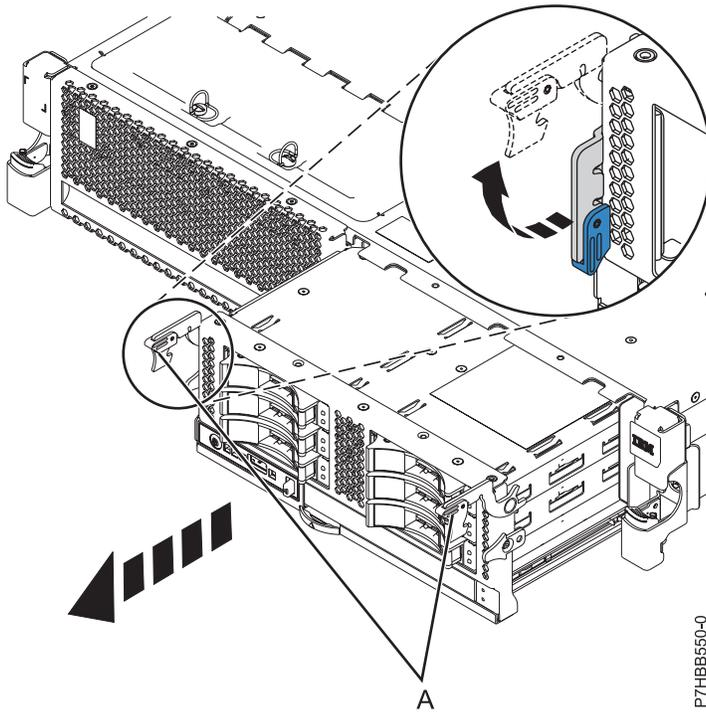
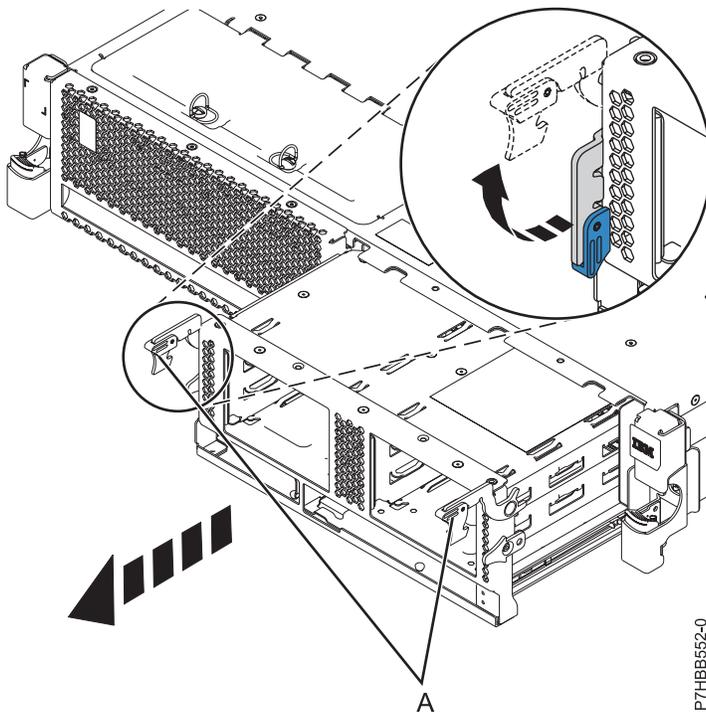

Figure 20. Retrait du fond de panier comportant des unités de disque
Figure 21. Retrait du fond de panier ne comportant pas d'unités de disque
13. Déverrouillez le fond de panier de l'unité de disque en tirant les poignées (A) afin de les mettre en position ouverte, au centre du fond de panier, comme indiqué dans la figure 20 et la figure 21.